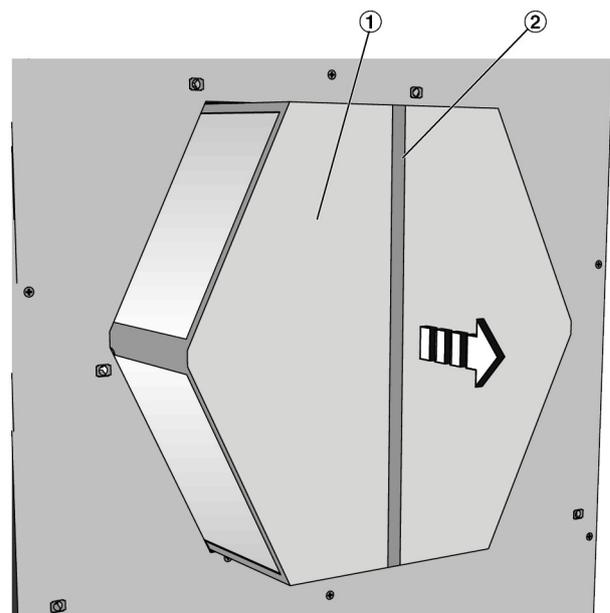

Abb. 32: Wärmerückgewinner demontieren
3. ▶ Wärmerückgewinner (Abb. 32/1) an der Lasche (Abb. 32/2) herausziehen.
Wärmerückgewinner (Abb. 32/1) mit warmem Wasser (max. 40 °C) ausspülen (z. B. mit einem handelsüblichen Duschkopf).